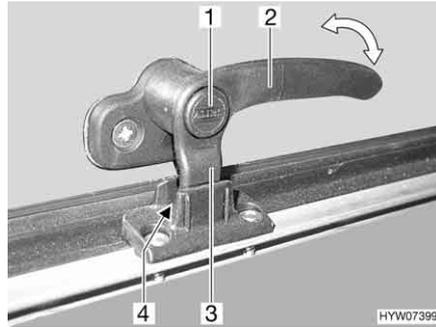
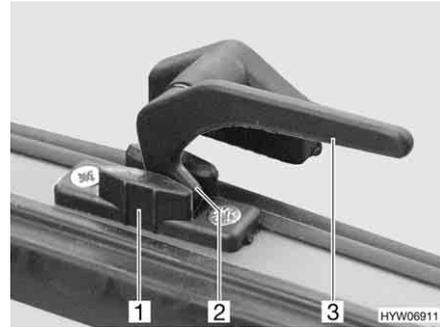

Fig. 56 Palanca de bloqueo con botón de seguridad en la posición de "ventilación continua"
Fig. 57 Palanca de bloqueo en la posición de "ventilación continua"
- En la posición "ventilación continua" (Fig. 56 y Fig. 57)
- Si existe, pulsar el botón de seguridad (Fig. 56,1) y mantenerlo pulsado.
- Girar la palanca de bloqueo (Fig. 56,3 ó Fig. 57,3) un cuarto de vuelta hacia la mitad de la ventana.
- Girar de nuevo hacia atrás la palanca de bloqueo. El saliente de bloqueo (Fig. 56,3 ó Fig. 57,2) de la palanca de bloqueo se ha de introducir para ello en el rebaje del bloqueo de la ventana (Fig. 56,4 ó Fig. 57,1).
- Si existe, soltar el botón de seguridad (Fig. 56,1).